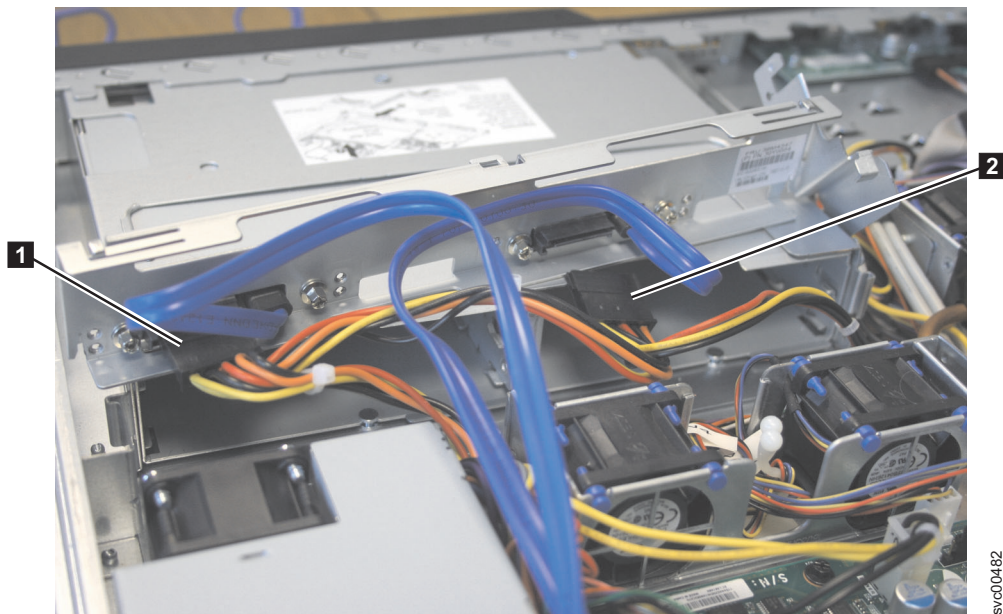

図 194. SAN ボリューム・コントローラー 2145-8A4 電源装置コネクタ
9. 図 194 に示すように、電源コネクタ P1 **1** および P6 **2** を取り外します。